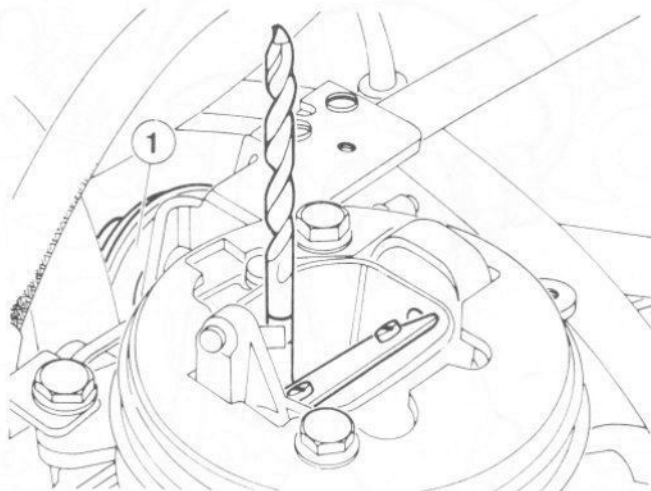
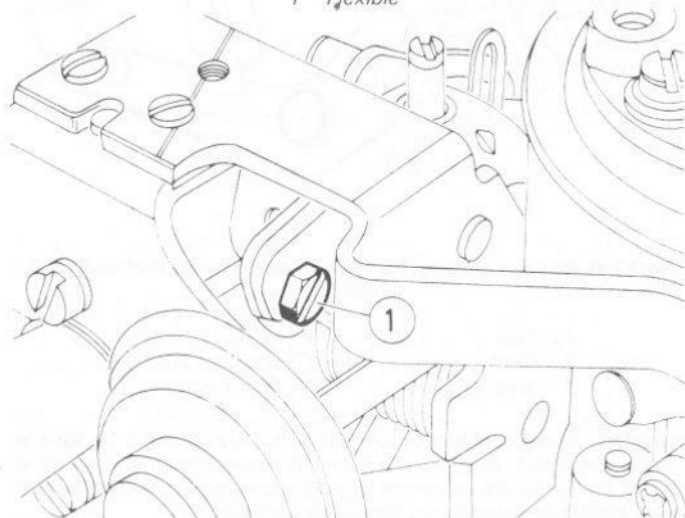
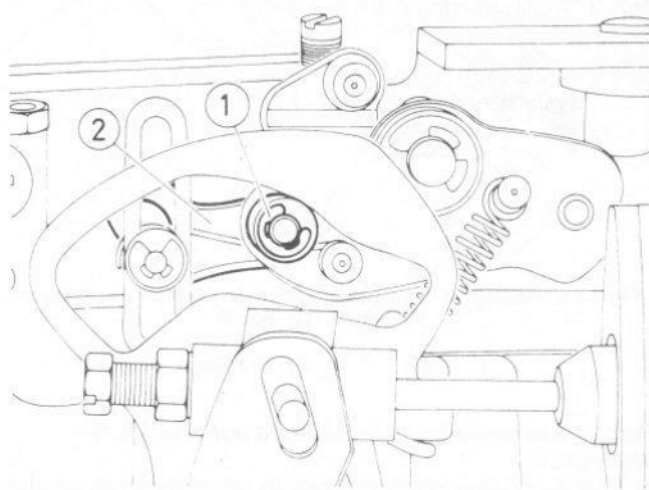

Fig. 13.37 Réglage de l'OVAD - carburateur Weber 36 TLC (Sec 8)
Fig. 13.38 Réglage de l'OVAD - carburateur Weber 36 TLC (Sec 8)
Fig. 13.39 Réglage de l'OVAD - carburateur Weber 36 TLC (Sec 8)
27 Débrancher et obturer le flexible (1) illustré à la Fig. 13.37 et utiliser un foret de 5,5 mm pour contrôler que le volet de starter s'est ouvert de 5,5 mm - autrement, desserrer la vis (1) Fig. 13.38, tenir le galet (1) Fig. 13.39, contre le sommet de la came et régler le levier (2) jusqu'à ce que le foret puisse passer. Serrer la vis et rebrancher le flexible lorsque l'opération est terminée.